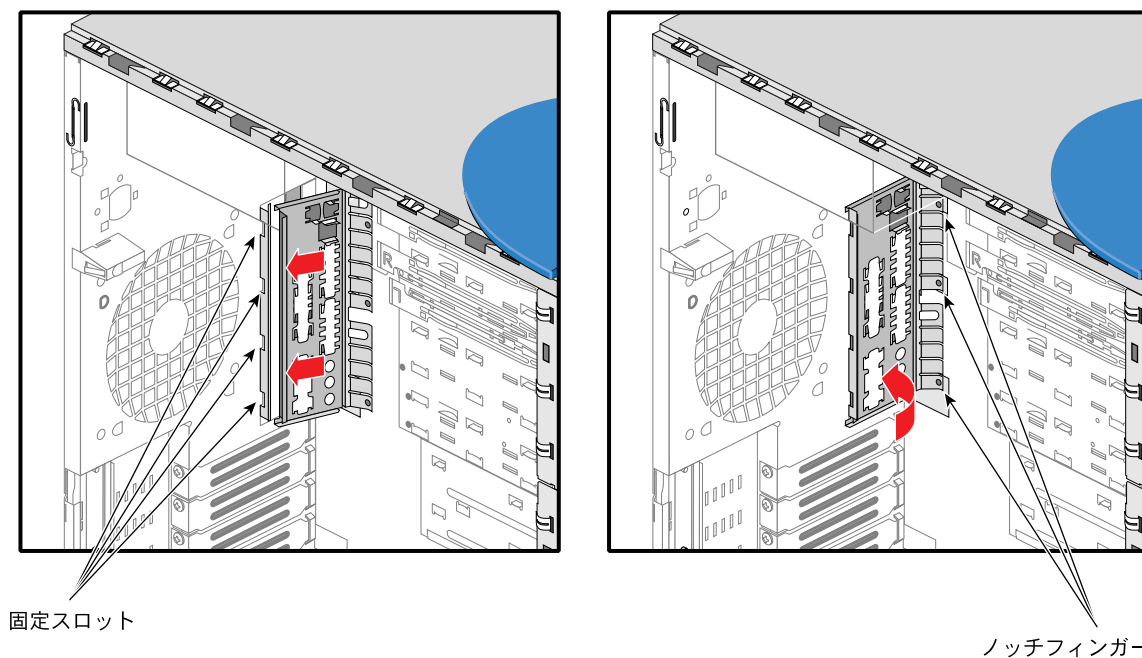

図2-27 I/Oパネルガasketの取り付け
2. システムのI/Oパネル開口部にある4つの固定スロットを確認します。固定スロットの場所については、図2-27を参照してください。
3. I/Oガasketの4つのくぼみを、I/Oパネル開口部の対応する固定スロットに挿入します。手順の詳細は、図2-27を参照してください。